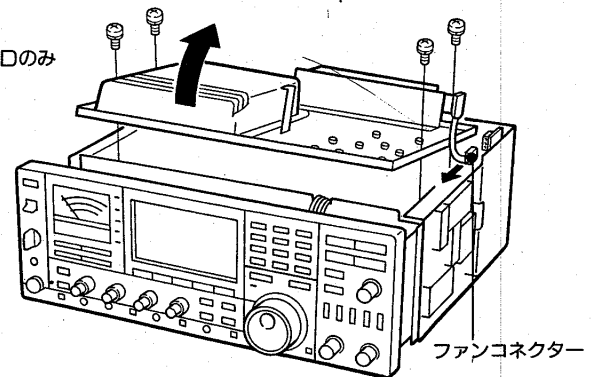

図19 フィルター取り付け位置
- ③MAINユニットを取り付けているネジ（8本）を外します。（図19参照）